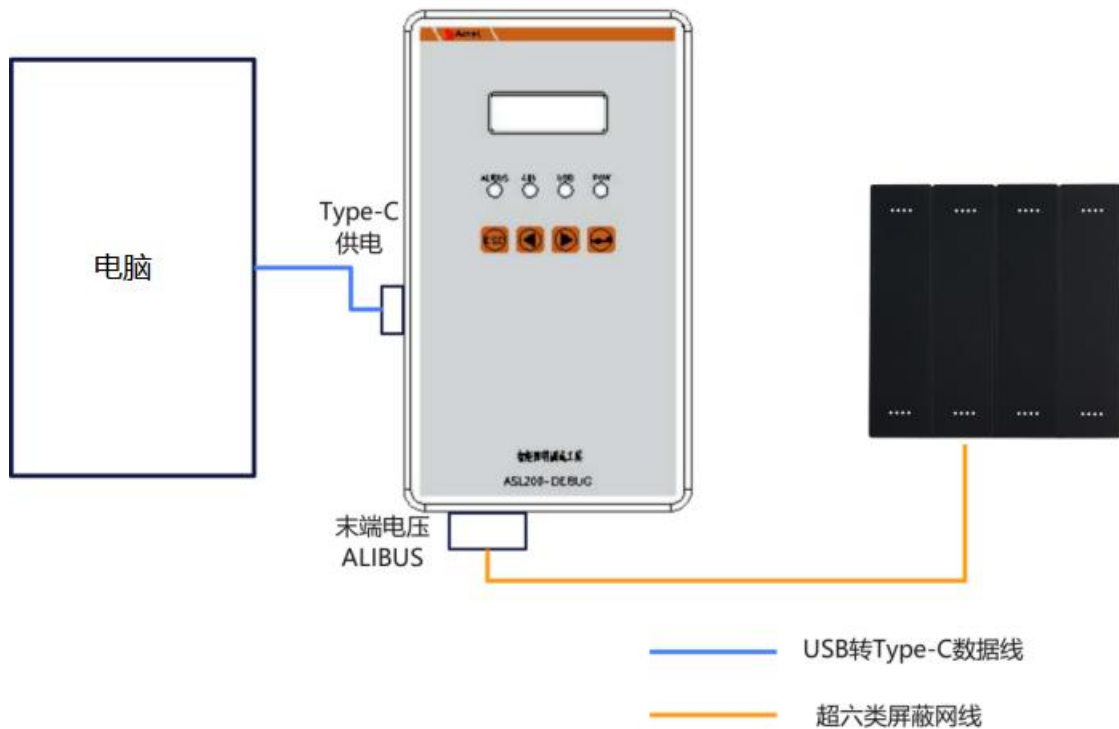
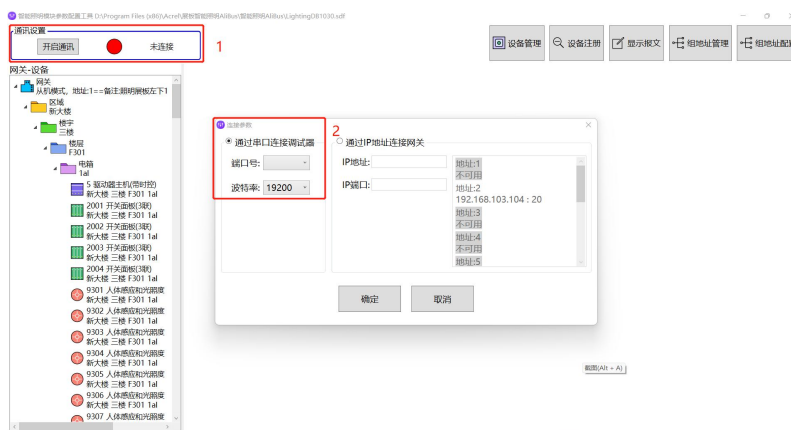

图10 供电时设备连接示意图
图12 智能照明模块配置参数工具
- ② 如图10-图12所示，用网线一端接调试工具ALIBUS网口，一端连接设备，打开智能照明模块配置参数工具，开启通讯连接即可配置设备参数。（具体操作参照ALIBUS调试文档）